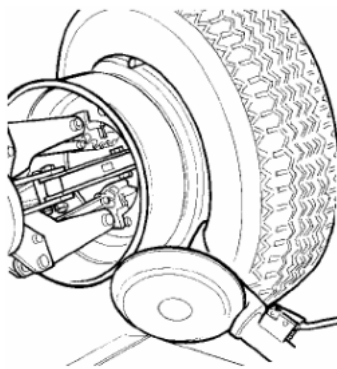

Рисунок 21
- 4) Перемещайте съемный рычаг вперед, пока красная точка не будет на одной линии с внешним краем диска на расстоянии 5мм от него (см. рис.21).
- 9) Поверните рычаг на 180° при помощи рукоятки см. рис.21